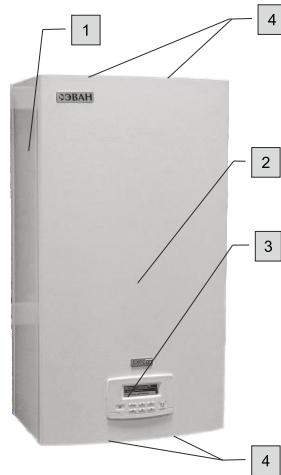
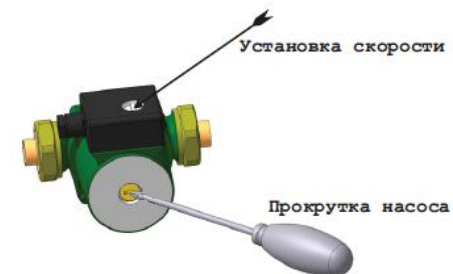

Рисунок 1. Внешний вид прибора.
Рис. 28
4.2 Внешний вид прибора представлен на рис. 1.
8.4 В начале отопительного сезона перед запуском прибора необходимо проверить, не заблокирован ли вал циркуляционного насоса отложениями или накипью. Для этого снимите лицевую панель (2) рис.1, предварительно отсоединив блок управления (3), в соответствии с п. 4.3, затем отвинтите защитный колпачок и поверните вал двигателя с помощью отвертки по стрелке (рис.28). Установите защитный колпачок на место. Первый пуск насоса проведите на максимальной скорости. Работа может быть выполнена без привлечения специалиста сервисного центра.